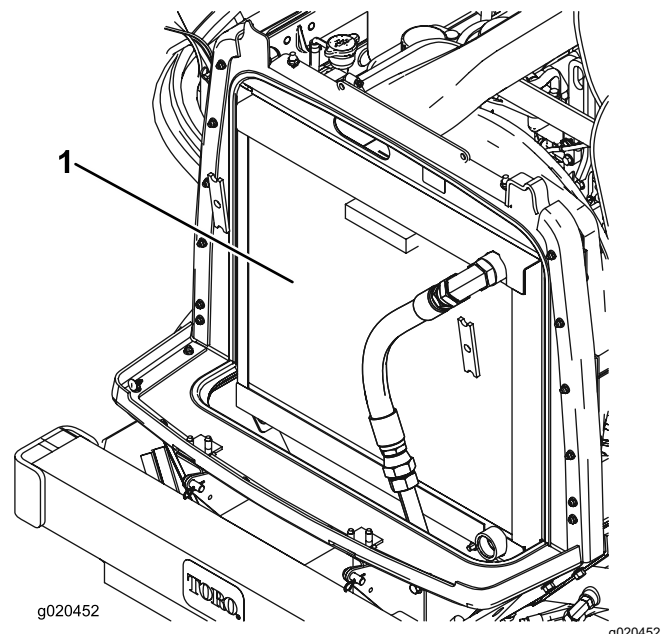

Bild 80
3. Reinigen Sie beide Seiten des Kühlers bzw. Ölkühlers gründlich mit Druckluft (**Bild 80**).